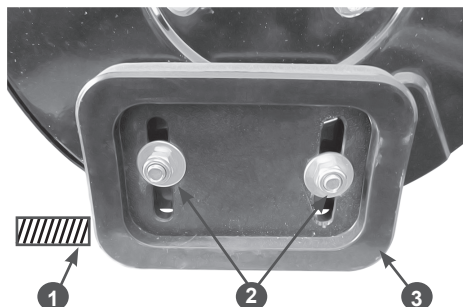

Рис. 21 Регулировка высоты забора снега
- Открутите гайки 2 крепления ползков 3 на 1-2 оборота и установите ползок на необходимую высоту (Рис. 21). Снова затяните гайки.